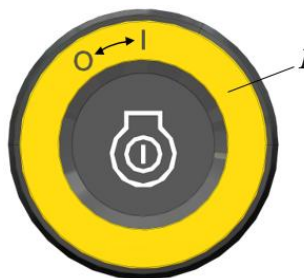

Рисунок 3.56. Кнопка старт-стоп
- Включить зажигание, повернув поворотную часть 1 (рис. 3.56) кнопки старт-стоп в положение «I».
- ▶ Выключить зажигание, повернув поворотную часть 1 (рис. 3.56) кнопки старт-стоп из положения «I» в положение «0».